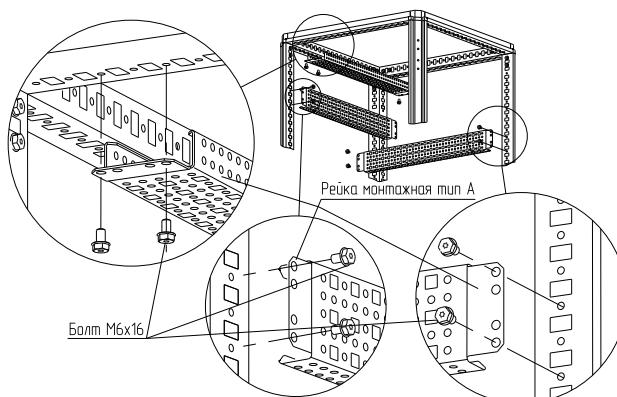

Рисунок 12
4.5.2.1 Приложите рейку монтажную тип А к стойкам 1 профиля на нужной высоте или к профилям крыши и закрепите болтами M6x16 (рисунок 12). Момент затяжки – 7 Н·м. Болты приобретаются отдельно.